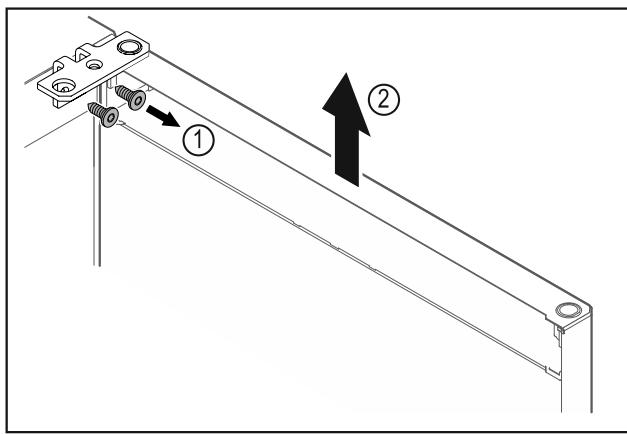

Fig. 9
- ▶ 拧下合页角铁 Fig. 9 (1)。
- ▶ 将冰箱门连同合页角铁一起笔直向上提升 Fig. 9 (2)大约 200 mm 并取下。